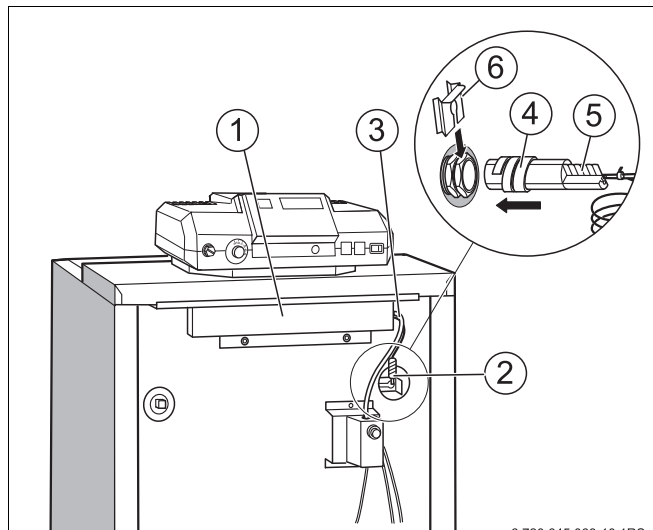

Рис. 12 Передняя крышка котла
- Снять крышку ниши для кабеля (Рис. 12, **поз. 1**).
- Провести капиллярные трубки температурных датчиков и, для системы управления серии Logamatic, провод датчика температуры котловой воды под передней крышкой котла вперед к месту замера (Рис. 12, **поз. 2**). Провода при этом разма-тывать только на необходимую длину.
- Провести провод горелки (Рис. 12, **поз. 3**) под передней крышкой котла назад к подключению системы управления.
- Температурный датчик вставить до упора в гильзу (Рис. 12).
- Пластмассовая спираль (Рис. 12, **поз. 4**) автоматически сдвигается назад. Компенсационная пружина (Рис. 12, **поз. 5**) должна быть вставлена в гильзу.
Надеть фиксатор датчиков (Рис. 12, **поз. 6**; поставка с системой управления) сбоку или сверху на оголовок гильзы (Рис. 12, см. стрелку).